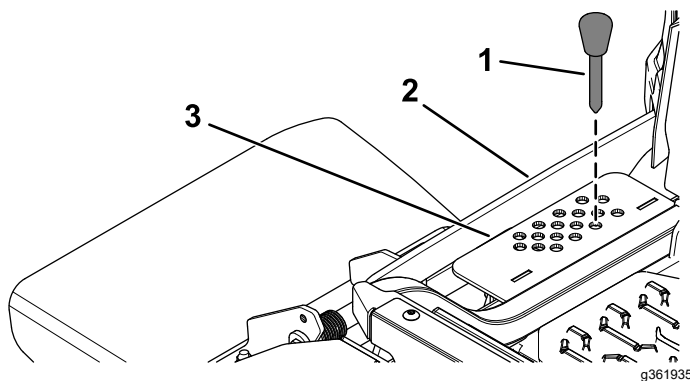

Рисунок 31
2. Выберите отверстие в кронштейне высоты скашивания, соответствующее требуемой высоте скашивания, и вставьте штифт (Рисунок 31).
3. Нажмите вниз на переключатель подъема деки так, чтобы рычажный механизм высоты скашивания слегка касался штифта высоты скашивания (Рисунок 31).